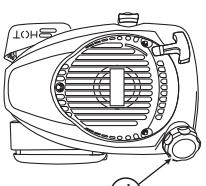

Fig. 8
- Ouvrez le bouchon du réservoir à carburant (J) et ajoutez le carburant. Essuyez immédiatement avec un chiffon si de l'essence à coulé. (Voir Fig. 8)
- Refermez bien le bouchon du réservoir à carburant (J) après ravitaillement.